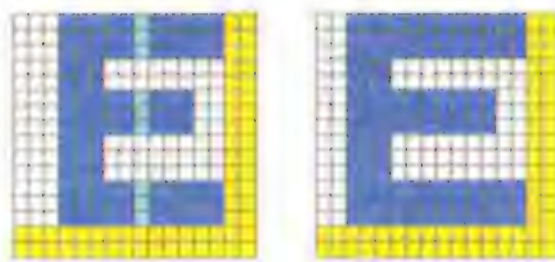

Рис. 4
**Расширение или сжатие символа** — эти инструменты расширяют или сжимают редактируемый символ. После выбора одного из них и наведения курсора мыши на знакоместо через включённые пиксели символа пройдёт колонка выделения голубого цвета, положение которой будет соответствовать положению курсора (слева на **рис. 4**). Далее всё происходит аналогично увеличению или уменьшению высоты символа, но перемещается вправо или влево та часть изображения символа, которая находится левее выделенной колонки. Результат расширения показан на **рис. 4** справа. Операция расширения не выполняется, если крайняя левая колонка знакоместа не пуста.